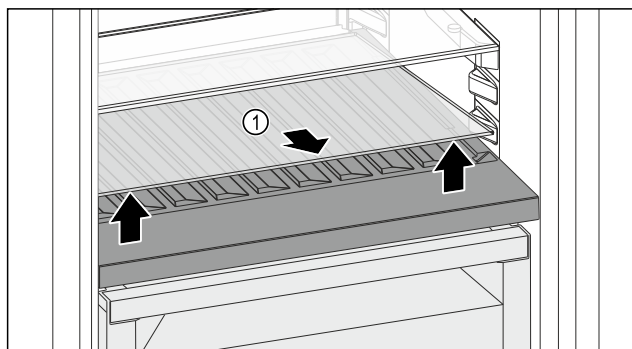

Fig. 144
- Løft glassplaten Fig. 144 (1) foran på fordypningen og ta den ut.
- Oppbevar glassplaten Fig. 144 (1) trygt utenfor apparatet.